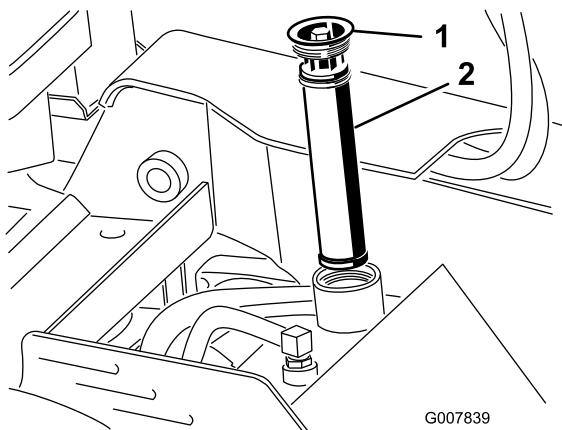

Figura 54
5. Limpe a área em torno do tubo de enchimento do depósito do hidráulico e retire a tampa e o filtro do tubo de enchimento utilizando uma chave (Figura 54).
5. Retire a cobertura do depósito hidráulico e o filtro (Figura 54).
10. Instale o filtro hidráulico e a tampa do tubo de enchimento (Figura 54) e aperte o parafuso na parte superior com 13 a 15,5 N·m.